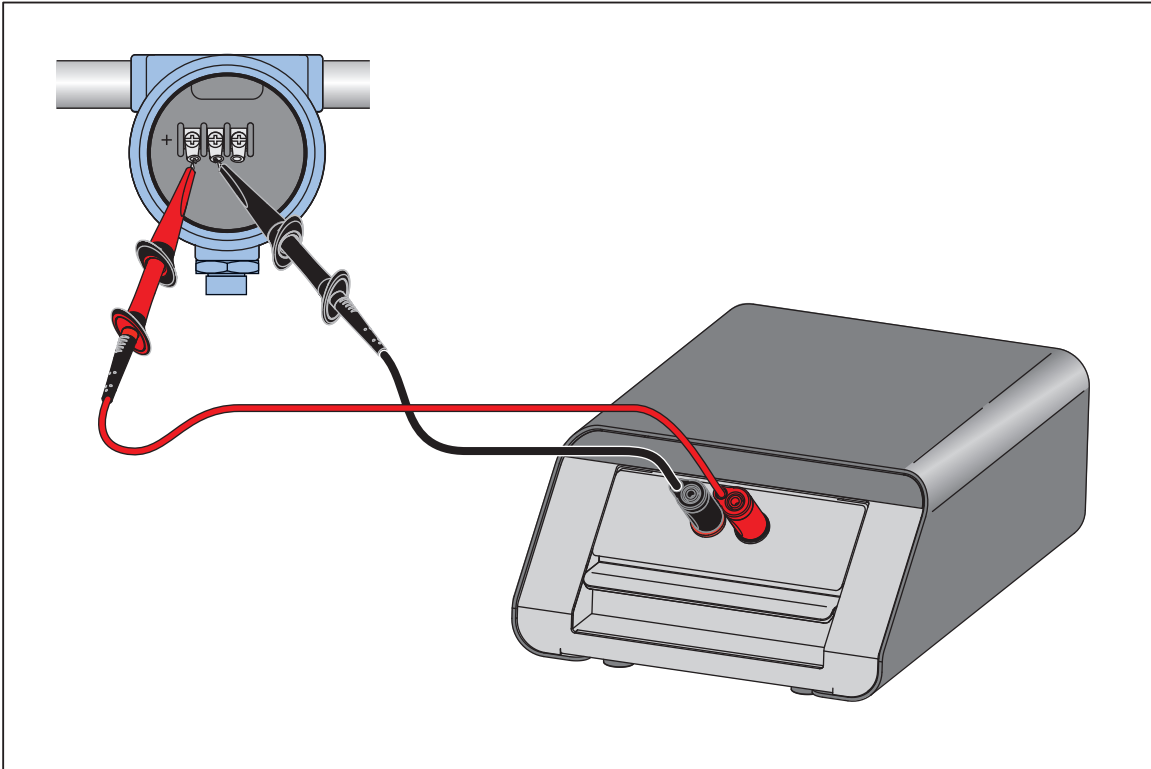

Figura 2. Collegamento del trasmettitore
1. Collegare i puntali dal Prodotto ai terminali appropriati sul dispositivo HART. Rispettare la polarità. Vedere la Figura 2.